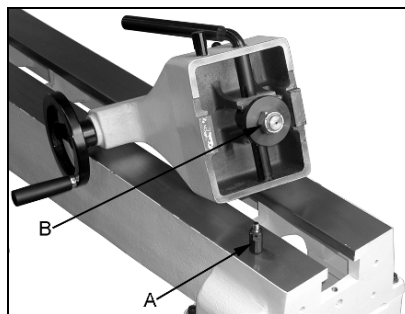

Рис. 20
Поворачивайте маховик (R, рис. 20) по часовой стрелке, чтобы выдвинуть пиноль, и зажмите фиксирующую рукоятку (Q).